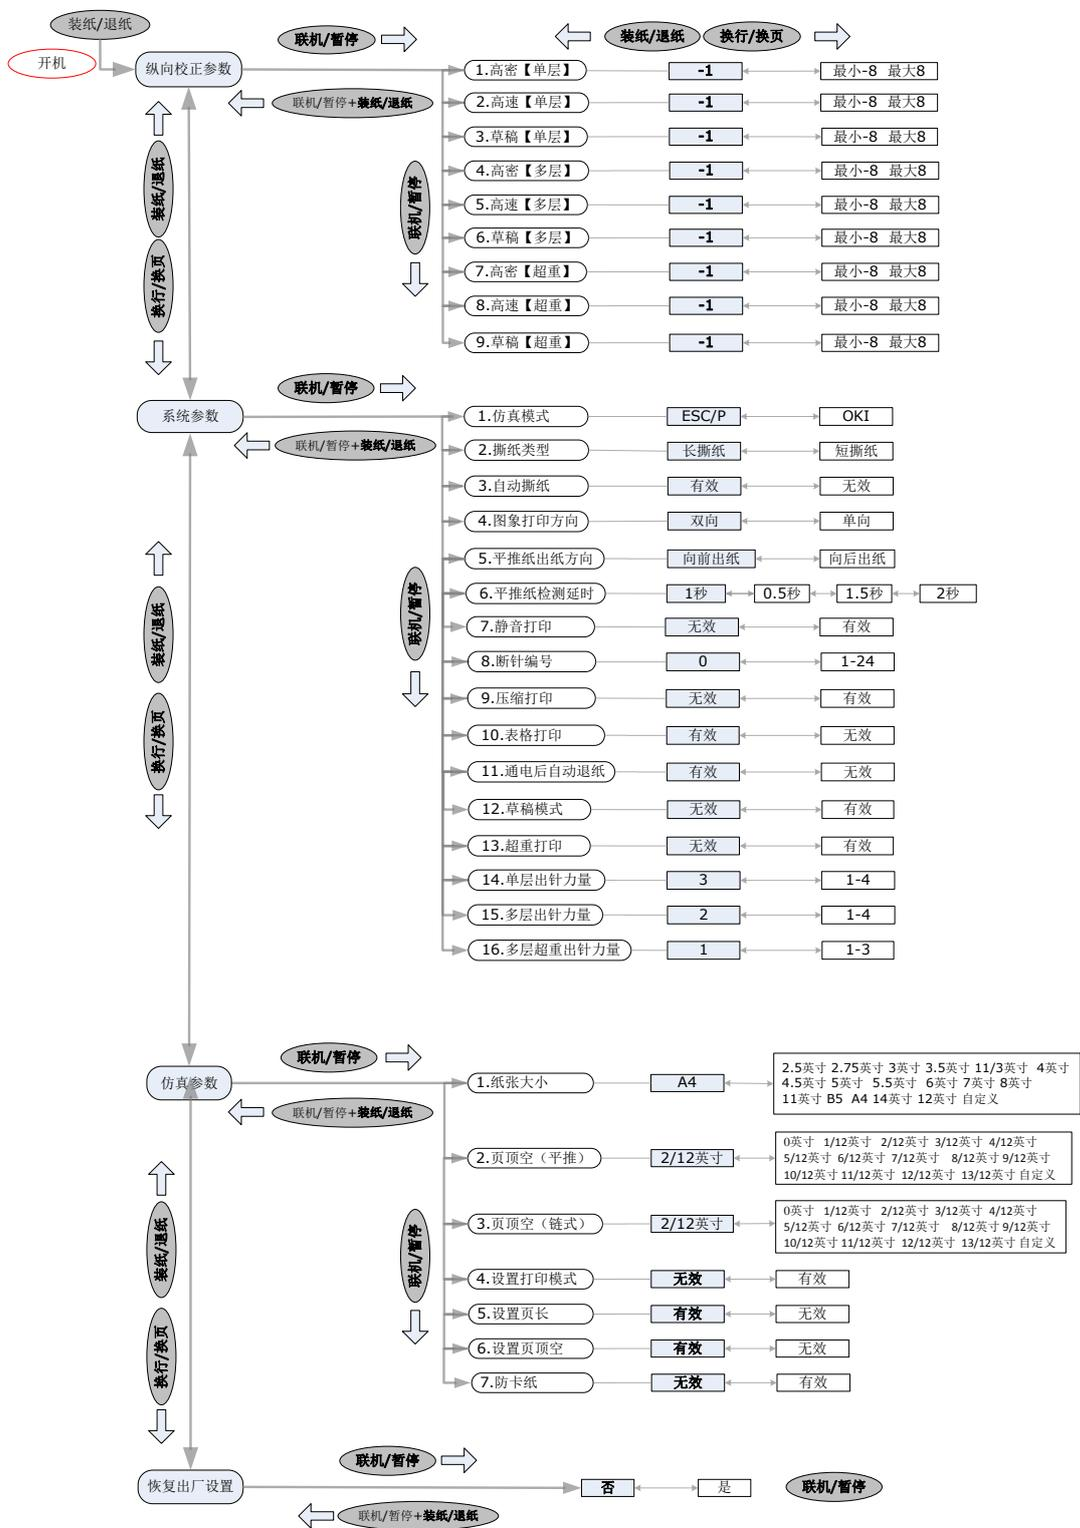

图 4-1
**注意：**调整参数后必须按【联机/暂停】键保存，参考图 4-1。